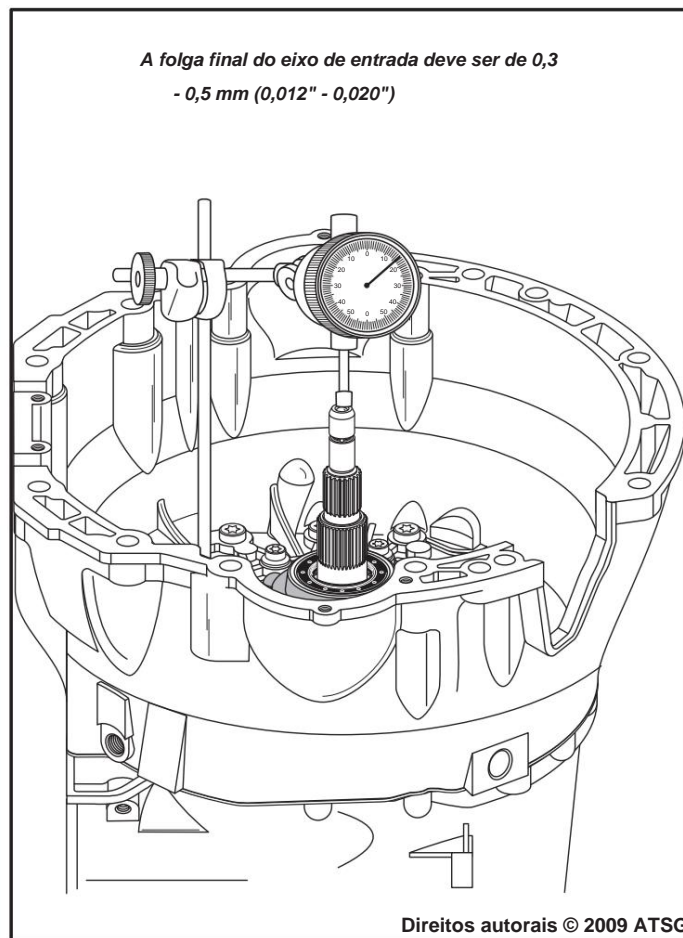

Figura 42
5. Instale o relógio comparador na transmissão, conforme mostrado na Figura 42, com o êmbolo contra o ponto plano do eixo piloto.